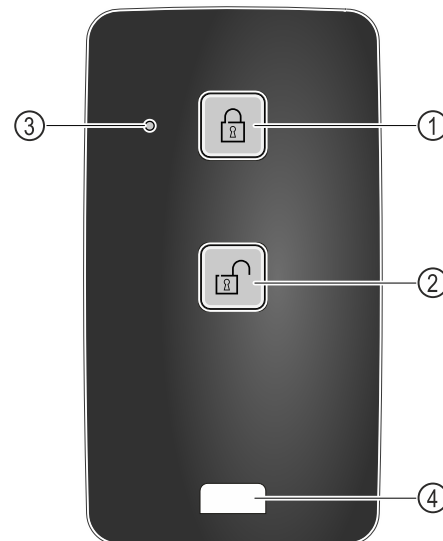

Fig. 139
- ▶ Натисніть кнопку Fig. 139 (1) на дистанційному керуванні.
- ▶ Натисніть кнопку Fig. 139 (2) на дистанційному керуванні.
- ▶ Статусний світлодіод Fig. 139 (3) при натисненні клавiші дає оптичне зворотне повідомлення.
- ▶ Петля Fig. 139 (4) для кріплення дистанційного керування наприклад на в'язці ключів.